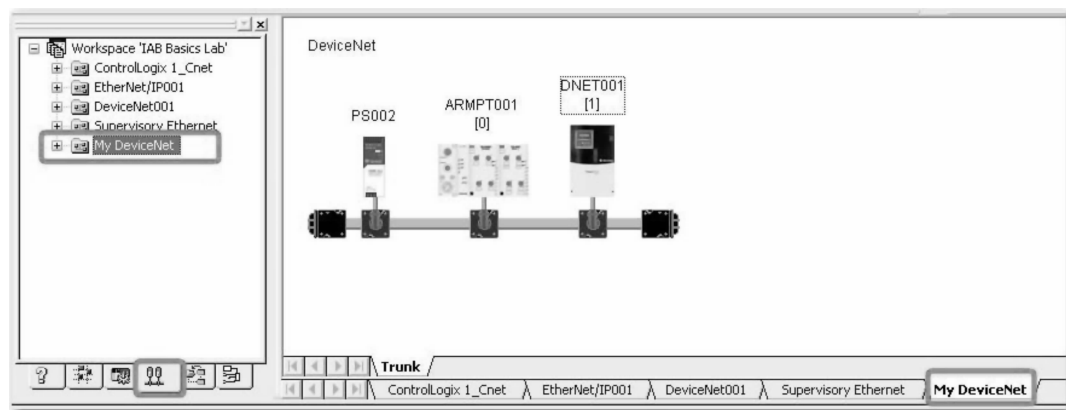

图 26-140 设备网网络图
1. 单击“网络”（Network）选项卡以显示网络视图，然后单击“我的 DeviceNet”（My DeviceNet）选项卡以打开 DeviceNet 网络视图，如图 26-140 所示。所出现的视图会显示将设备添加到网络时选择的默认介质。